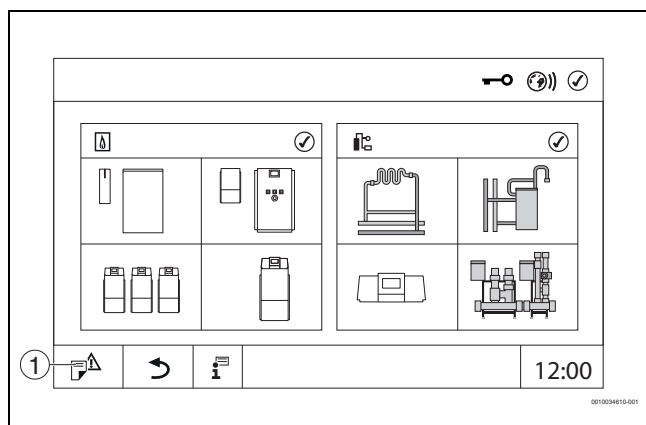

Fig. 18 Afficher Menu de service (exemple)
- Appuyer sur le symbole (→ fig. 18, [1]) pendant env. 5 secondes.